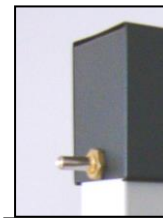

Bild 1 :
- Den Knopf der Zündsicherung drücken (Bild 1) und gedrückt halten. Das Gas strömt in den Brenner.
- Das Gas entzündet sich. Den Knopf der Zündsicherung (1) ca. 5 Sekunden gedrückt halten und dann langsam loslassen.
- Tenere premuto il pulsante del dispositivo di controllo di fiamma. (Fig. 1)